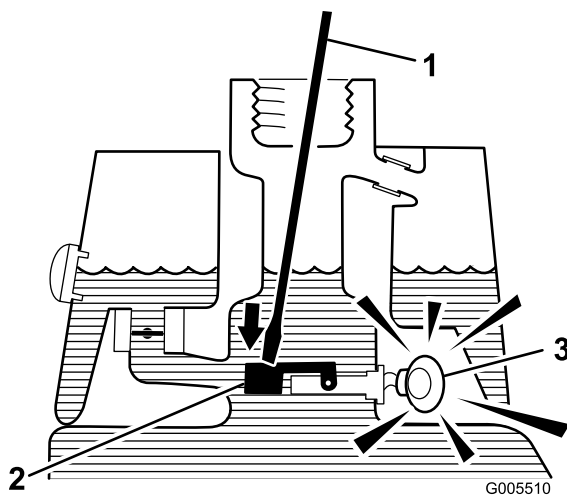

Figura 31
3. Introduzca una varilla o un destornillador limpio en el cuello del depósito y empuje hacia abajo, con cuidado, el flotador del interruptor (Figura 31). Después de la demora de un segundo, debe sonar la alarma.